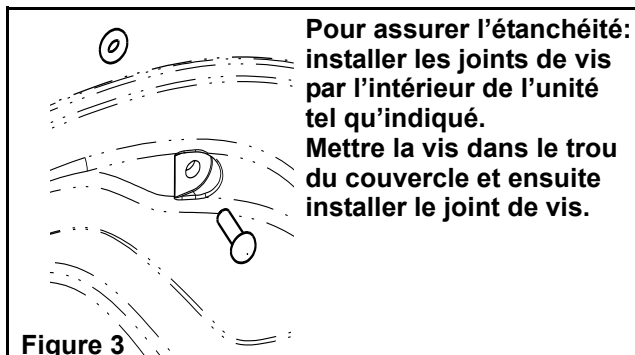

Figure 3
- 10. Installer le couvercle clair à l'aide des 6 vis inviloables. Afin d'assurer l'étanchéité, il est très important d'installer les joints pour vis par l'intérieur de l'unité. Se référer à la figure 3. Serrer les également avec un couple approximatif de 5 lb.-pi. **NE PAS TROP SERRER LES VIS.**